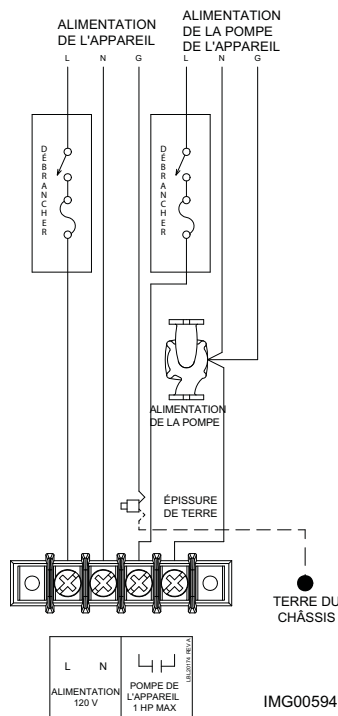

Figure 5-2_Connexions du câblage de tension secteur
1. Brancher un câble de 120 V a.c. au bornier du secteur dans la boîte de raccordement, comme illustré à la FIG. 5-2.
2. Fournir et installer un commutateur à fusible ou de service (15 Amp recommandé) comme l'exige le code (voir FIG. 5-2).
3. Pour activer la pompe d'un circuit, câbler comme indiqué à la FIG. 5-2. Si le moteur est supérieur à 1 HP, vous devez installer un contacteur.